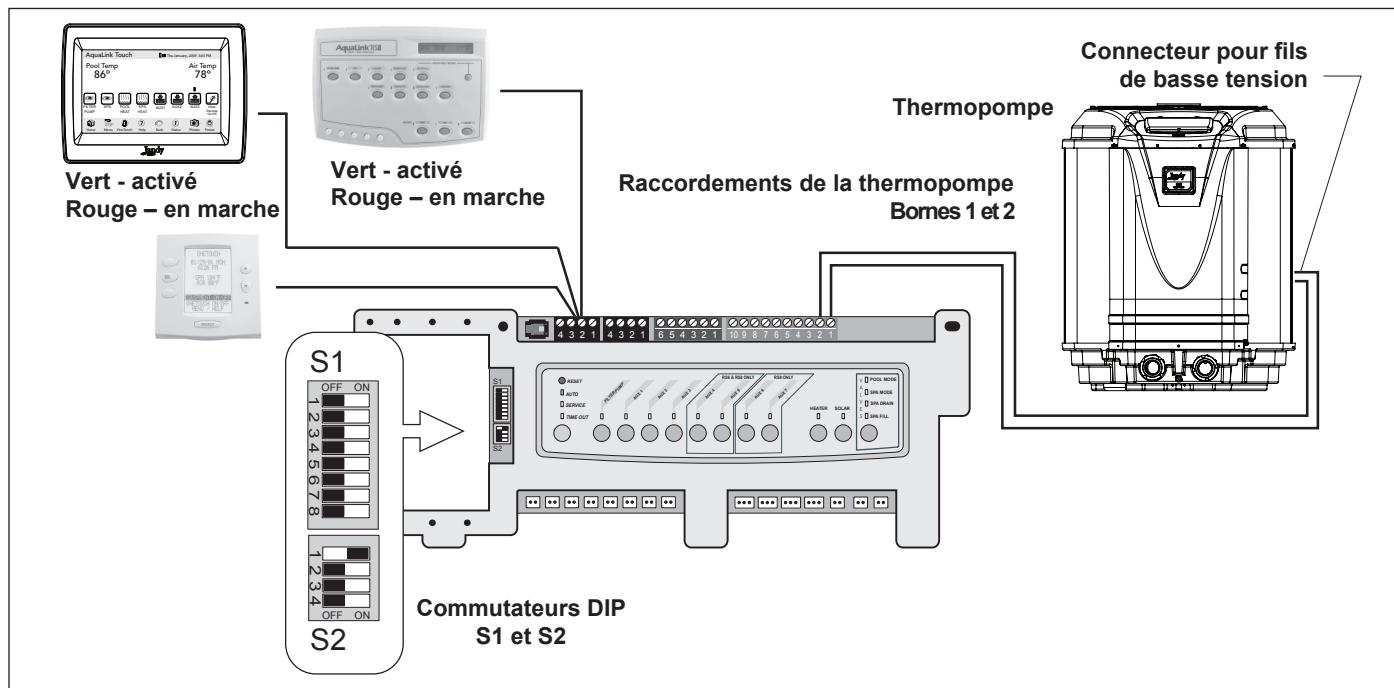

Figure 12. Raccord entre Aqualink RS et thermopompe de la série JE de Jandy Pro - T-Stat (Connexion à 2 fils)
2. Connecter deux (2) fils aux bornes vertes 1 et 2 à 10 broches de AquaLink RS.
3. Mettre DIP S2-1 (broche no.1 sur le commutateur DIP à quatre position) en position ON (voir Figure 12).